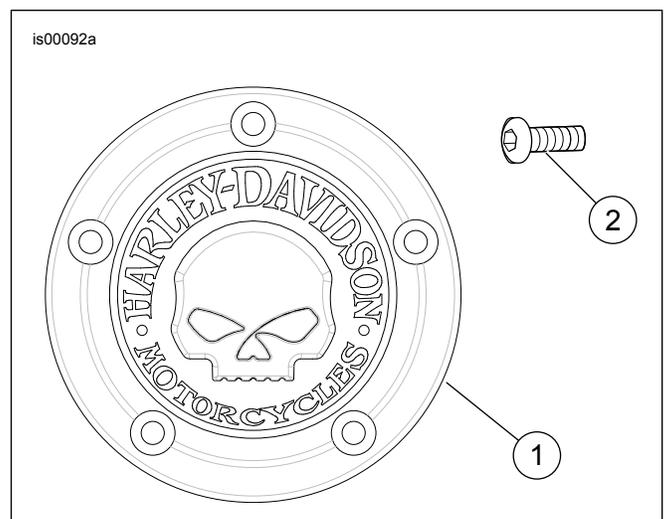

Figure 1. Pièces de rechange : Kit de carter de distribution
Voir Figure 1 et Tableau 1 .
1. Voir la Figure 1. Dévissez et mettez à l'écart les cinq vis qui retiennent le carter de distribution original.
3. Positionnez le nouveau carter de distribution (1) et fixez-le avec les vis TORX[®] (2). Serrez.